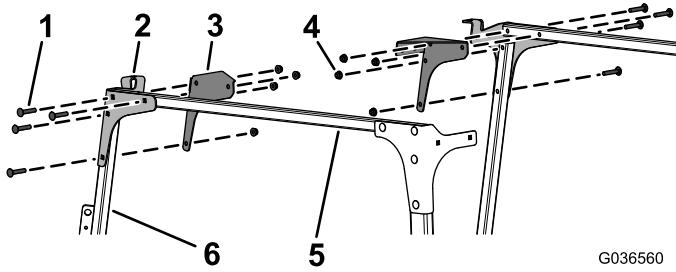

Рисунок 9
8. Установите, не затягивая, левую и правую передние пластины и угловые вставки на поперечные трубы, а также на левую и правую опоры ветрового стекла, используя 8 каретных болтов (5/16 x 1-3/4 дюйма) и 8 фланцевых гаек (5/16 дюйма), как показано на Рисунок 9.